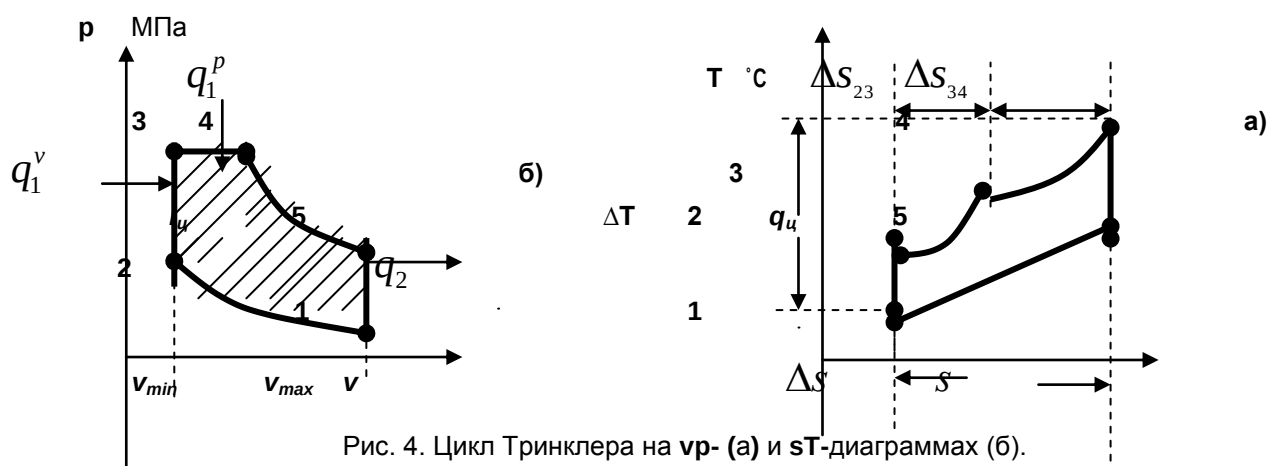

Рис. 4. Цикл Тринклера на **vp**- (а) и **sT**-диаграммах (б).
На рис. 4 приведены **vp**- (а) и **sT**-диаграммы (б) цикла ДВС со смешанным подводом теплоты (Тринклера).
2.2.1. Количество подведенной теплоты $Q_1 = q_1^v + q_1^p$ (рис. 4). В процессе $2 \rightarrow 3$ осуществляется изохорический подвод теплоты $q_1^v = c_v(T_3 - T_2)$, а в процессе $3 \rightarrow 4$ – изобарный подвод теплоты $q_1^p = c_p(T_4 - T_3)$. Таким образом, количество подведенной теплоты $Q_1 = c_v(T_3 - T_2) + c_p(T_4 - T_3)$.
2.4. Определить полезную работу цикла $\left[\frac{\text{кДж}}{\text{кг}} \right]$. Эта величина численно равна площади плоской фигуры, контуром которой является цикл. На рис.4а эта площадь заштрихована. При этом работа произвольного процесса $a \rightarrow b$ в общем случае определяется из выражения $l_{a \rightarrow b} = \int_{v_a}^{v_b} p(v) dv$,
что численно равно площади под кривой, которую на p - v -диаграмме описывает данный процесс. Чтобы найти площадь заштрихованной фигуры (рис. 4а), нужно площадь прямоугольника под отрезком $3 \rightarrow 4$ сложить с площадью криволинейной трапеции под дугой $4 \rightarrow 5$ и вычесть площадь криволинейной трапеции под дугой $1 \rightarrow 2$. Поэтому работа нашего цикла будет равна $l_{\text{пол}} = l_{3 \rightarrow 4} + l_{4 \rightarrow 5} - l_{1 \rightarrow 2}$.